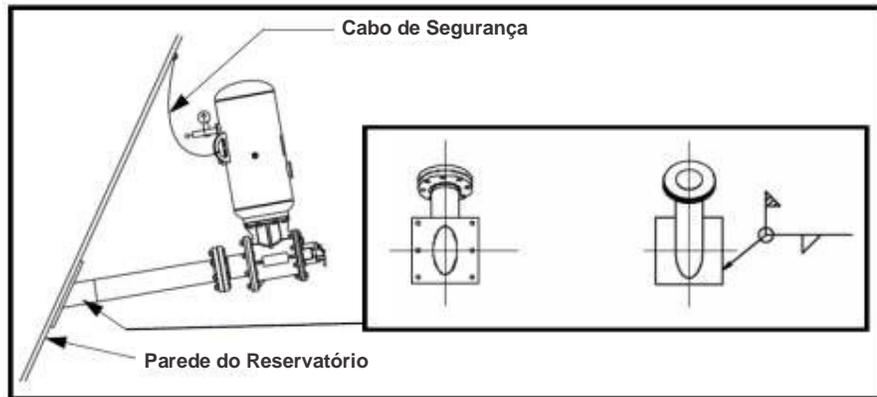

Figura 4. Placa de montagem de 30°
Este manual inclui instruções para a instalação dos acessórios necessários para a operação integral dos canhões de ar XHV com a válvula TORNADO (veja a figura 4, pág. 7). Os acessórios poderão ser encomendados com a Martin e transportados separadamente dos canhões (consulte “Part Number”, pág. 20)
- a. Se usar uma placa de montagem de 30° (figura 4, pág. 7), corte um orifício no recipiente de armazenagem de montagem para cada placa de montagem usando os gabaritos existentes na última página deste manual. Se os gabaritos estiverem faltando, entre em contato com a Martin ou com seu representante.